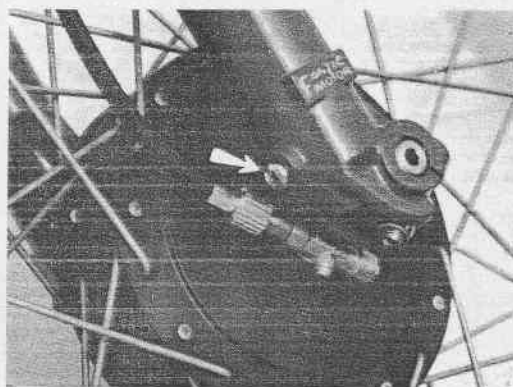

Fig. 17 - Vite scarico olio su forcella
- Svitare le due viti scarico olio (vedi Fig. 17) sui foderi premendo con forza sul manubrio.